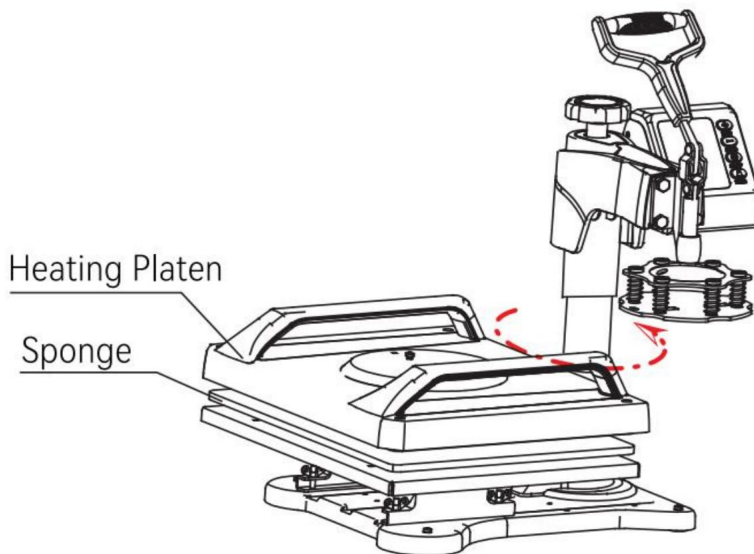

Fig 5
5. Faites pivoter la tête et placez l'éponge et la plaque chauffante sur le dessus du plateau de la table dans l'ordre. (comme indiqué sur la figure 5)